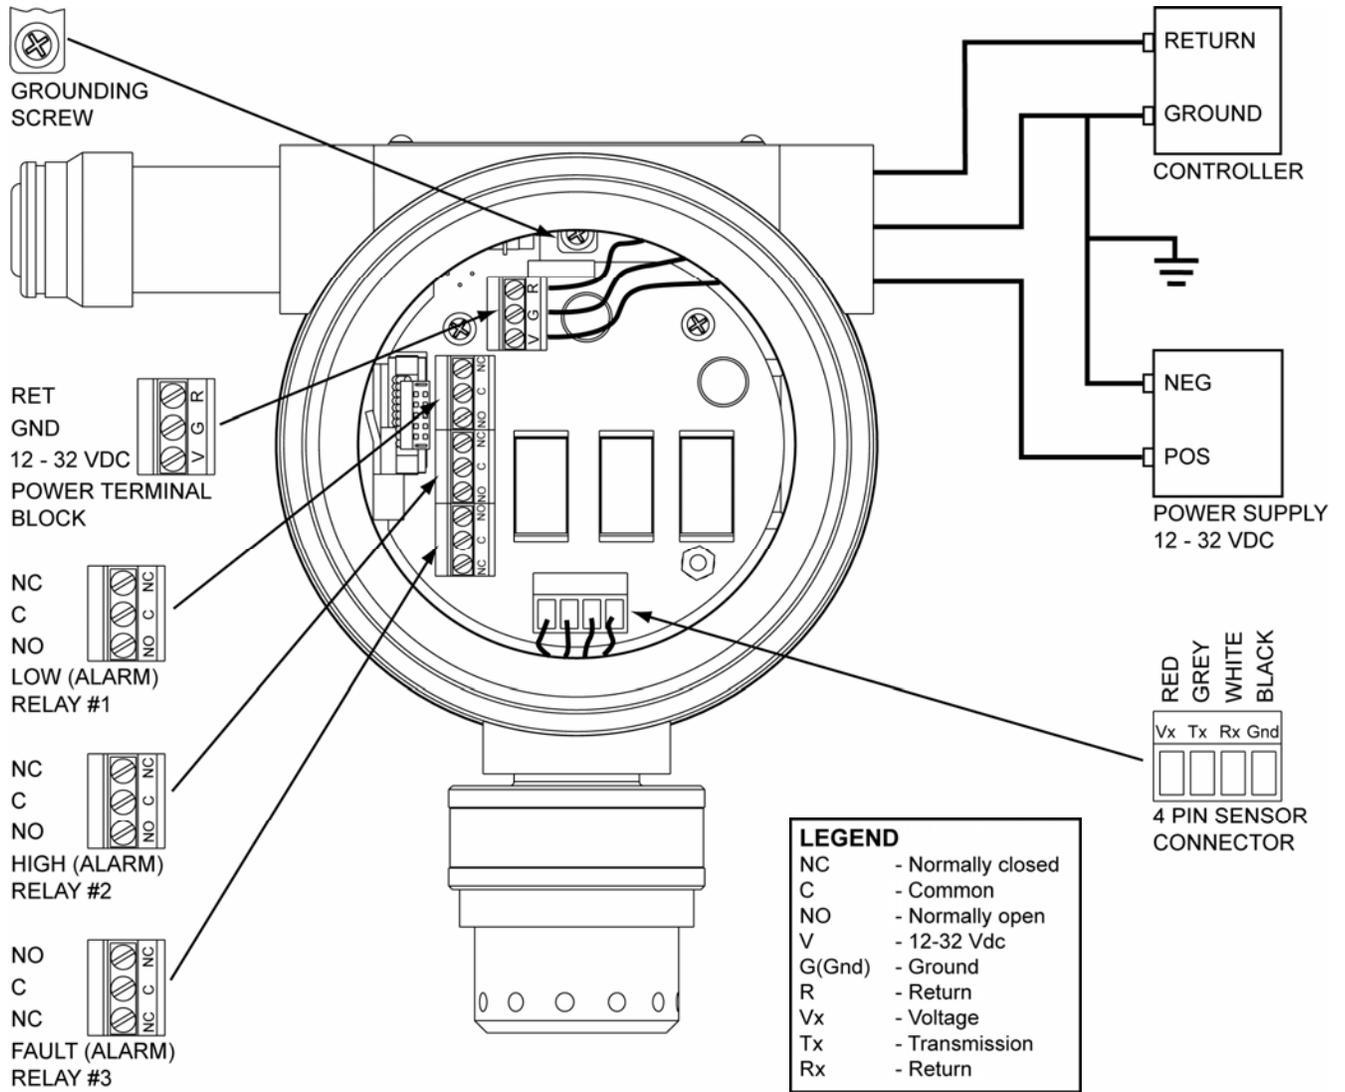

图5. 系统布线图
2. 如接线图所示，将电线连接至控制器与电源。参见图5。
1. 如图 5 所示，将电线连接至控制器与电源。通电时，变送器自动开启。